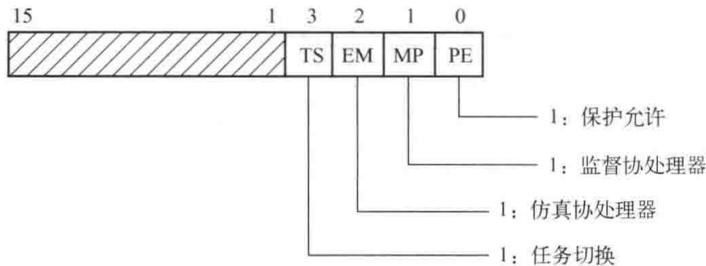

图 11-6 80286 机器状态字
② 80286 内部还设有 16 位的机器状态字 (MSW)，只使用低 4 位，系统复位时，MSW 寄存器被置成 FFF0H，使 80286 处于实地址方式。MSW 的具体格式如图 11-6 所示。